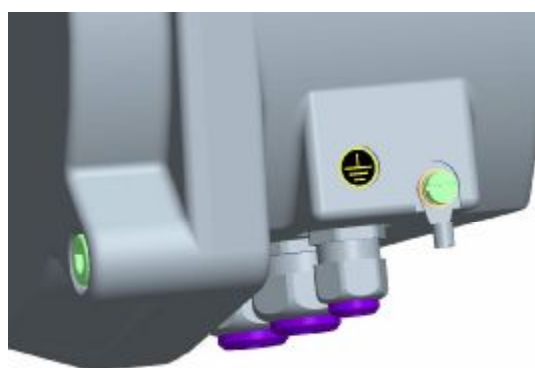

Рис.4
- ради безопасного использования ЭП надо присоединить внешнюю и внутреннюю защитную клемму. Установка внешней и внутренней защитной клеммы (**Рис.4**). Для запрессовки провода в внешнюю защитную клемму, надо использовать щипцы для изолированных ушка HP3 (fy CEMBRE).